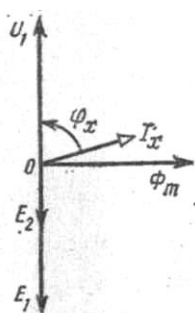

Рис. 99
**Задача 7.** На рис. 99 показана векторная диаграмма однофазного трансформатора при холостом ходе. На основании данных диаграммы, приведенных в табл. 29 вариантов, определить: 1) коэффициент трансформации  $K$ ; 2) потери в стали  $P_{ст}$ , пренебрегая потерями на нагревание первичной обмотки; 3) числа витков обеих обмоток при частоте тока питающей сети  $f=50$  Гц. Приняв ток холостого хода составляющим 5% от номинального первичного тока, найти номинальные токи в обмотках  $I_{ном1}$  и  $I_{ном2}$  и номинальную мощность трансформатора  $S_{ном}$ .